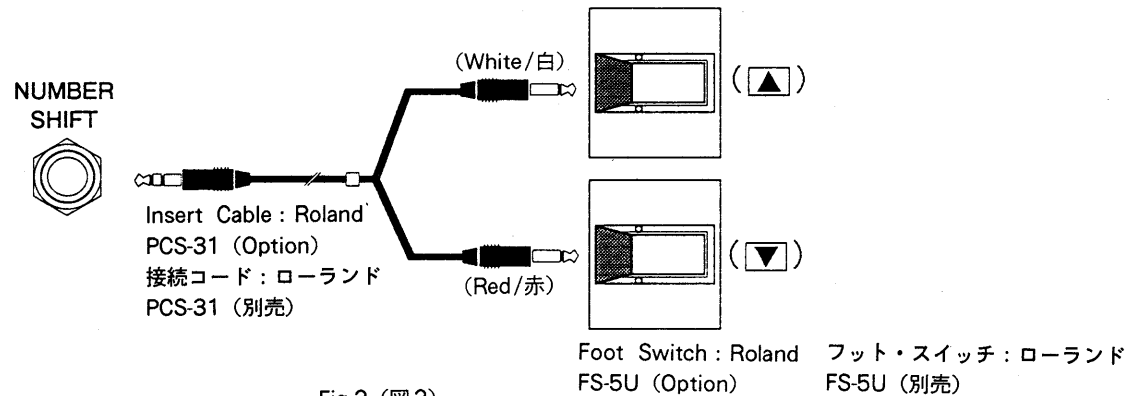

Fig.2 (図2)
- a). Connect an FS-5U or FS-5L to the [EFFECT REMOTE] and [NUMBER SHIFT] jacks. When connecting to the [NUMBER SHIFT] jack, use a PCS-31 insert cable, and make connections as shown in Fig.2.
- a). FS-5U, FS-5L を [EFFECT REMOTE], [NUMBER SHIFT] ジャックに接続します。[NUMBER SHIFT] ジャックに接続する際は、インサート・ケーブル"PCS-31" を使用して、図2のように接続して下さい。